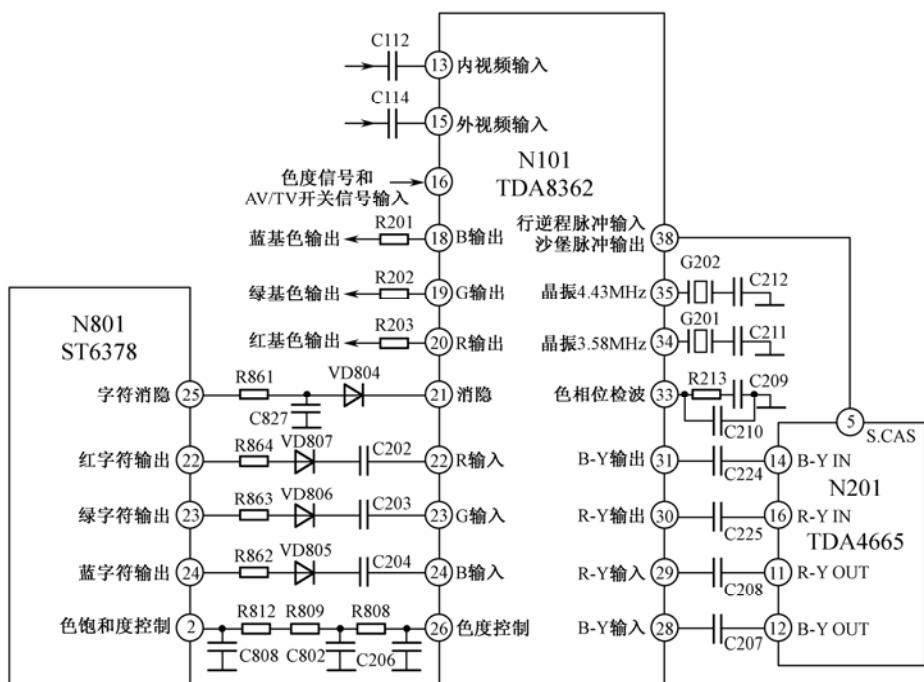
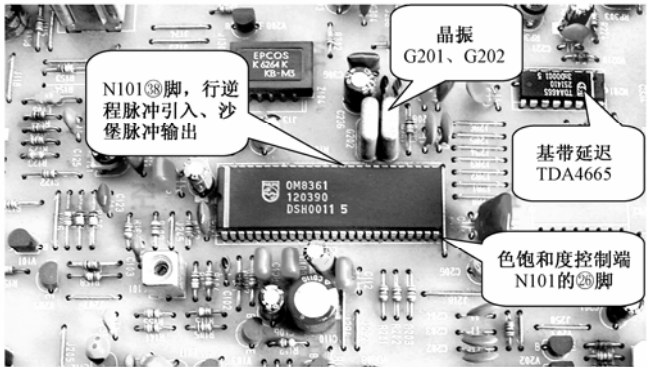

图 3-3 色度通道电路原理图
图 3-4 解码电路实物图
厦华 XT-2580N 彩色电视机的色度通道主要包含在 TDA8362 的内部, 色度信号的处理由集成块内部电路及⑫脚、⑬脚、⑮脚、⑯脚、⑰脚~⑳脚外围元器件来完成, 如图 3-3 所示, 实物如图 3-4 所示, TDA8362 色度通道引脚功能及参考电压如表 3-1 所示。